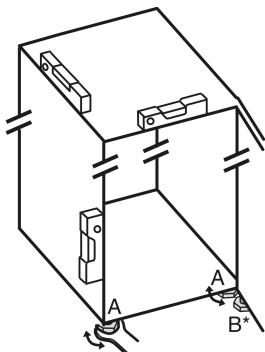

Fig. 24
- ▶ Dévisser les pieds réglables Fig. 24 (A) avec la clé plate fournie et utiliser un niveau à bulle pour vérifier que l'appareil est bien plan.
- ▶ Dévisser le pied réglable Fig. 24 (B) du support de palier avec la clé plate fournie jusqu'à ce qu'il touche le sol.
- ▶ Tourner le pied réglable Fig. 24 (B) de 90° supplémentaires.